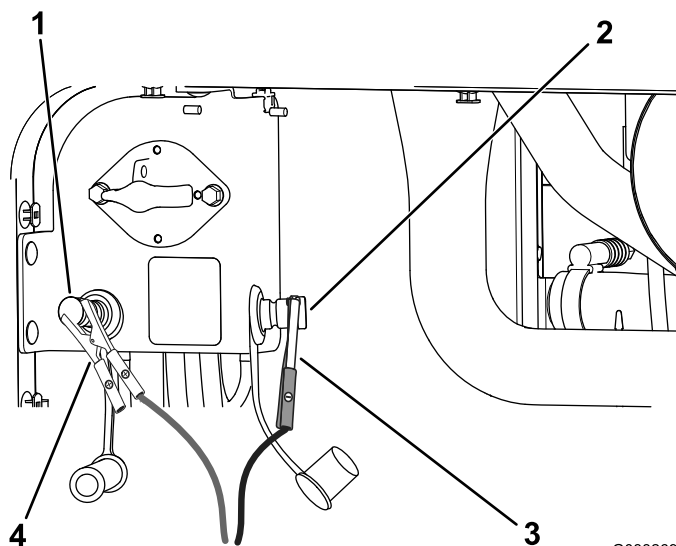

Bild 99
- Schließen Sie das Plus-Starthilfekabel (+) am positiven Starthilfepol an (Bild 99).
- Schließen Sie das Minus-Starthilfekabel (-) am negativen Starthilfepol an (Bild 99).
Rahmen und dann das Plus-Starthilfekabel (+) abklemmen (Bild 99).